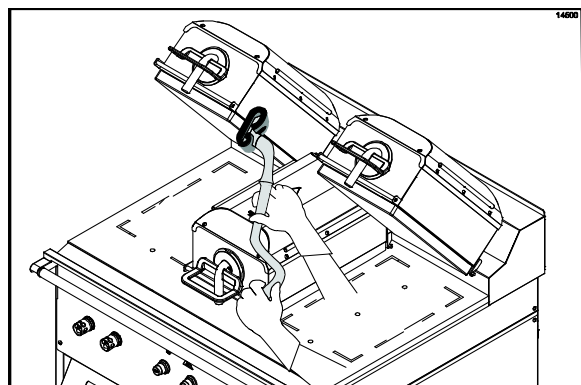

Figura 95
21. Aplique a solução de limpeza do grill nas bordas internas dos platens direito e esquerdo. (Veja a Figura 95.)